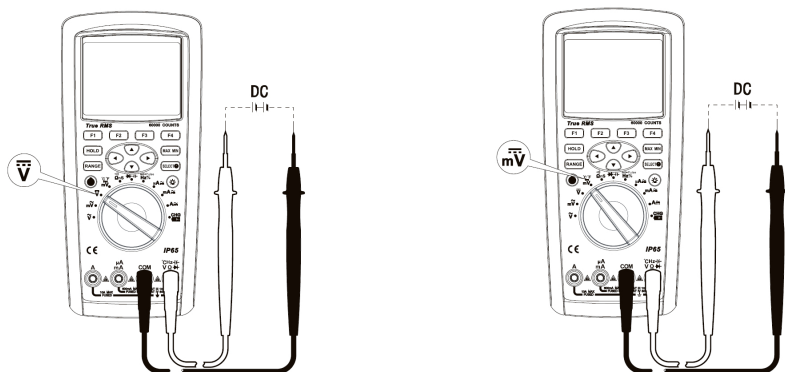

Figura 7
2. Posicione a chave rotativa para "**V**" (Valores de tensão em Volts) ou "**mV °C °F**" (Valores de tensão em mV) de acordo com a intensidade da tensão a ser medida, conforme **Figura 7**.